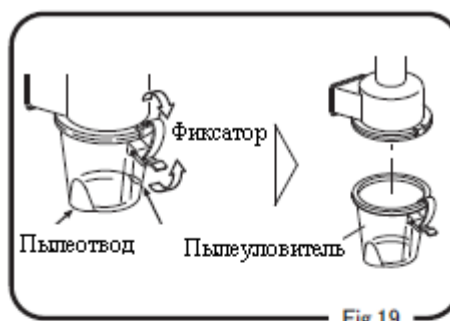

Fig.19
- a. Откройте фиксатор и снимите пылеуловитель (рис. 19).